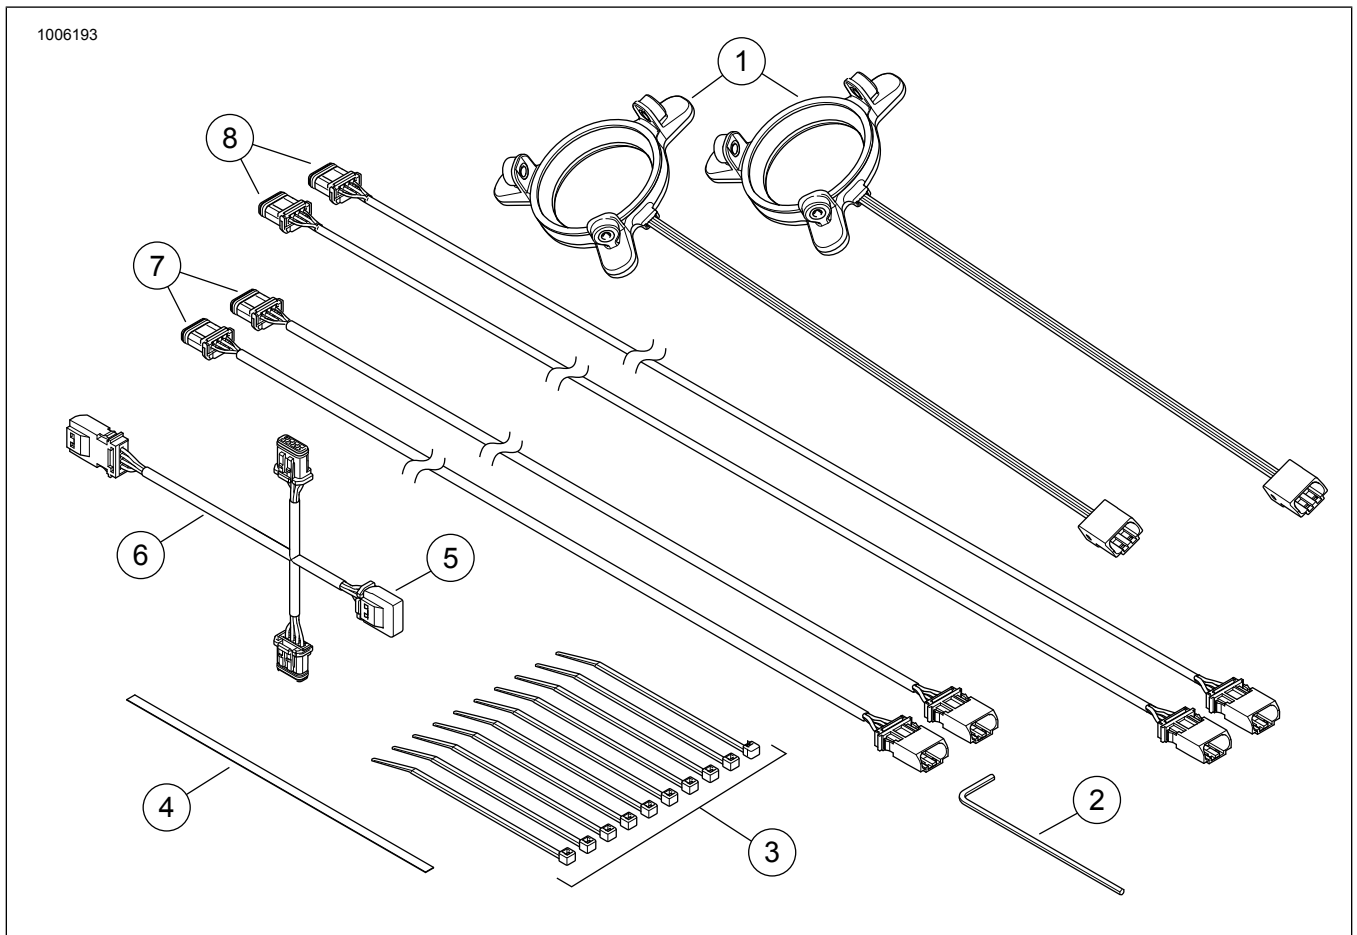

Figura 28. Peças de reposição, kits de luzes LED R/G/B do alto-falante Stage II redondo
Veja a figura 28. e Tabela 1. Deslize o ilhó cerca de 15 cm (6 pol.) da extremidade macho do chicote de fios (10).
Veja a figura 28. e Tabela 1. Conecte e oriente o chicote de fios de 48 pol. (12) do controlador de LED R/G/B em direção aos alto-falantes do corpo. Conecte o chicote de fios de três vias (8) nas conexões do alto-falante.